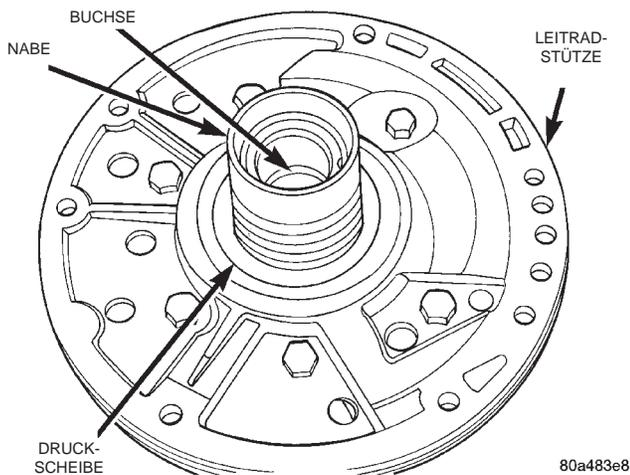

Abb. 122 Druckscheibe der Nabe/Leitradstütze
- (6) Falls der Pumpendichtring beim Zerlegen des Getriebes nicht ausgebaut wurde, den Dichtring jetzt mit Treibdorn und Hammer ausbauen.
- (7) Anlaufscheibe für vordere Kupplung von der Nabe/Leitradstütze abnehmen (Abb. 122).